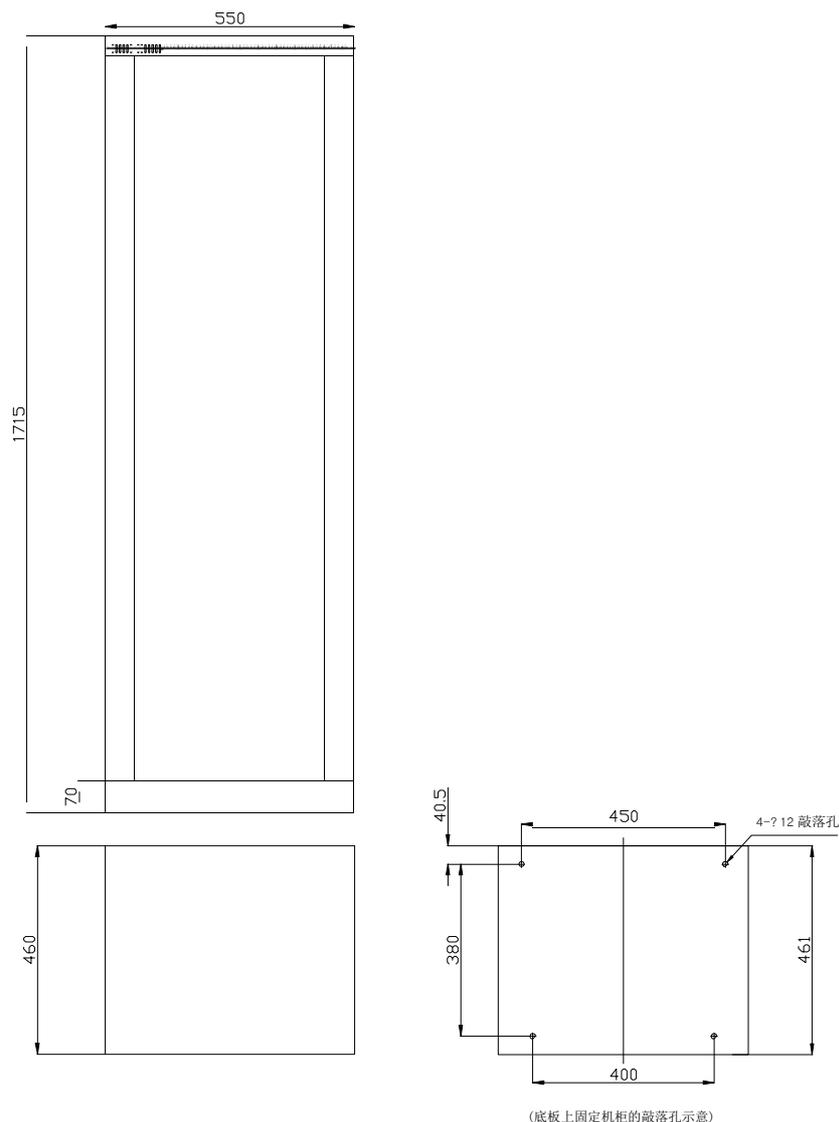

图 3- 24
- (1) 材料内外表面均进行喷塑处理。
- (2) 可以安装 19 英寸各种控制盘, 安装控制盘的最大空间为 36U, 正常情况下可装配 26U。
- (3) 外形尺寸: 550mm×460mm×1715mm。
- (4) 机柜底板上设有敲落孔 (ø12), 用于固定机柜, 如图 3- 24。
LD-1000A5 型立式控制柜外形示意图如图 3- 24 所示。